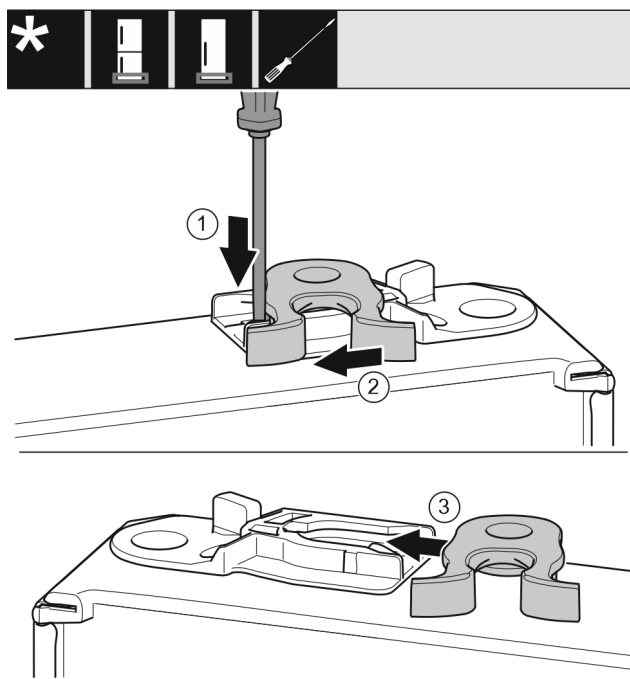

Fig. 16
- Suruge aasa lapikkruvikeerajaga allapoole. Fig. 16 (1)
- Tõmmake sulgemiskonks juhikust välja. Fig. 16 (2)
- Lükake sulgemiskonks teisel küljel juhikusse. Fig. 16 (3)